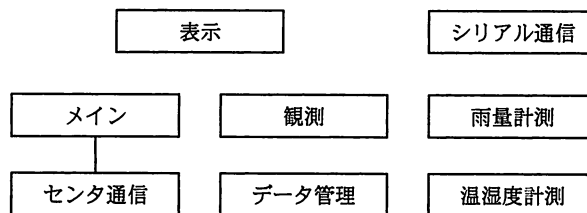

図 4 制御部のタスク構成図 (未完成)
制御部の OS には、リアルタイム OS を使用している。制御部のタスクの機能概要を表 3 に、制御部のタスク構成図を図 4 に示す。
(1) 表 3 中の a に入れる適切な字句を答えよ。
(2) 図 4 のタスク構成図において、メッセージの通信が行われているタスク間を線で結び、タスク構成図を完成させよ。